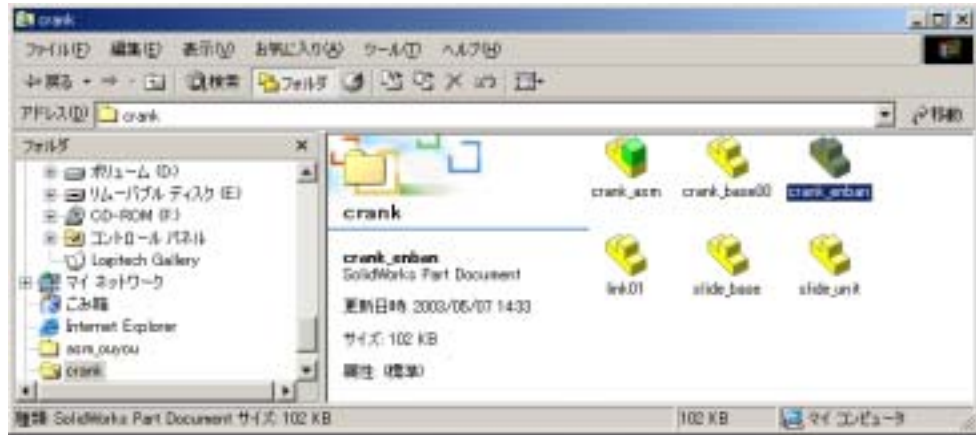

図6-69
⑤次に部品を追加するときはエクスプローラを使用し、部品をドラックし画面内に移動させると挿入ができる。図6-69参照。